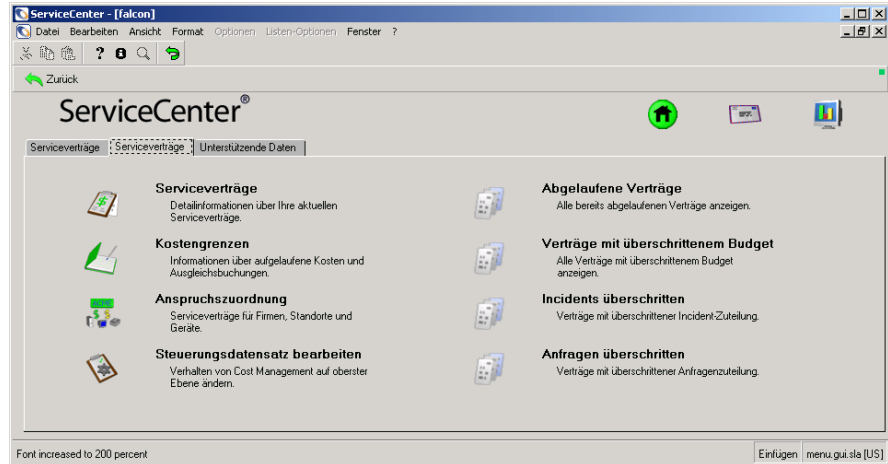

Abbildung 9-33: Menü „Service Level Management“: Register „Serviceverträge“
- 2 Klicken Sie auf das Register **Serviceverträge** (siehe Abbildung 9-33).